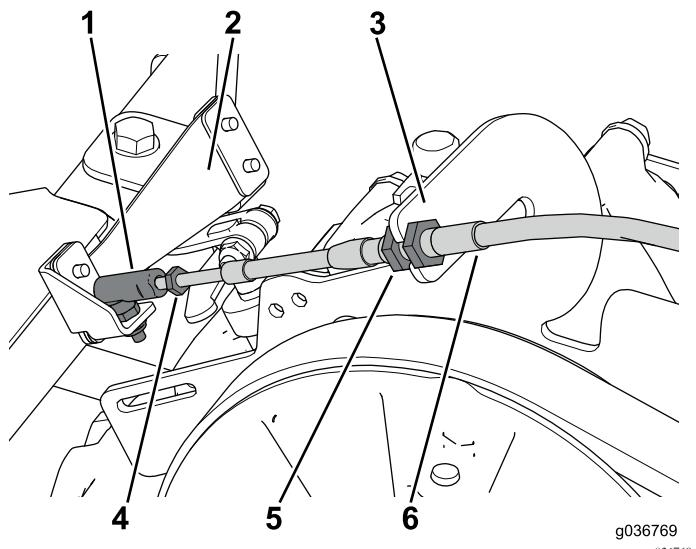

図 35
- シフトケーブルにボールジョイントアセンブリを取り付けて、シフトアームアセンブリに固定する図 35。